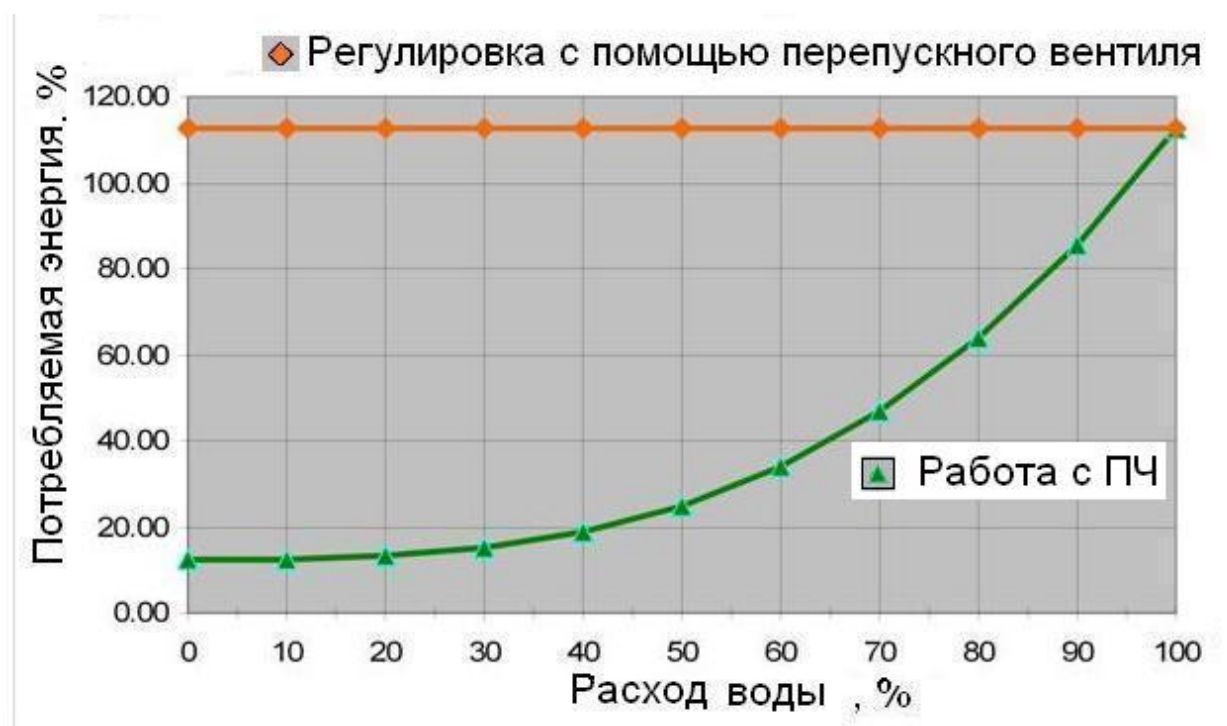

Рис. 3.
- регулировка расхода воды с помощью перепускного (рециркуляционного) вентиля (рис.3).